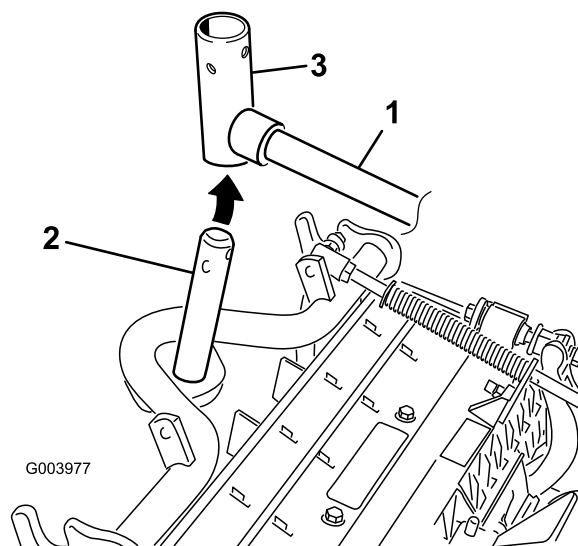

Figura 7
7. Nas unidades de corte dianteiras, faça deslizar uma unidade de corte sob o braço de elevação enquanto insere o veio da estrutura de suporte para cima para dentro da forquilha da articulação do braço de elevação (Figura 7).
- B. Insira a forquilha do braço de elevação no veio da estrutura de suporte (Figura 7).